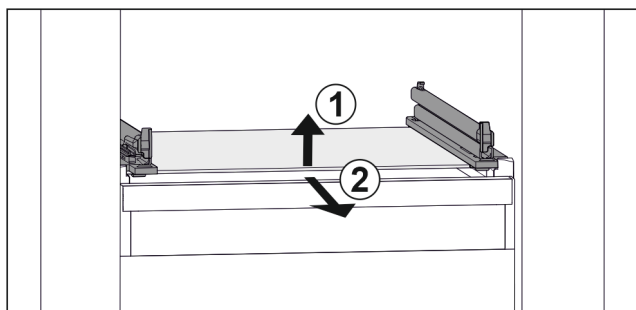

Fig. 88 Primjerni prikaz staklene ploče
- ▶ Stavite ladicu ukoso iza zaustavljača. (pogledajte Fig. 88 (1))
- ▶ Izvadite staklenu ploču prema naprijed. Fig. 88 (2)